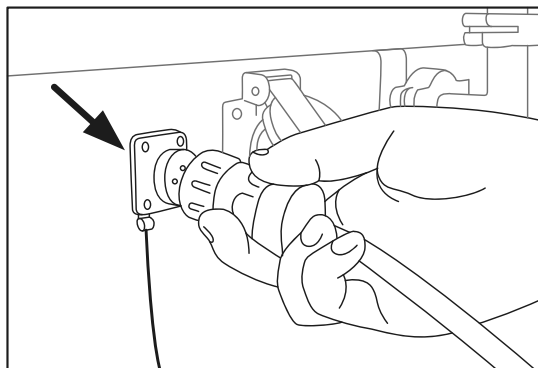

Figura 40.
**17.** Conecte el cable de alimentación principal. Preste atención a la posición del orificio y apriete en sentido de las manecillas del reloj (Figura 40).